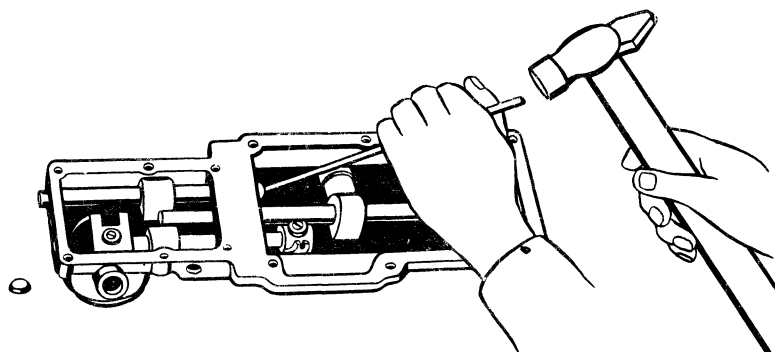

Рис. 106. Демонтаж штока включения I и II передач
- выбить штоком заглушку в заднем торце крышки механизма переключения передач и вынуть шток (рис. 106);